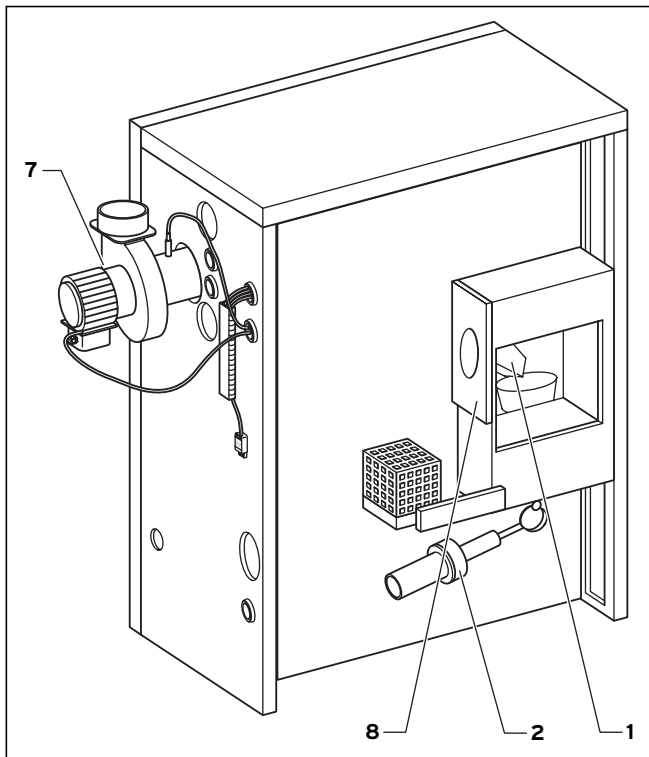

Abb. 5.4 Funktionselemente des Pelletkessels mit Saugaustragung oder Handbeschickung
Flanschverbindung: Die Flanschverbindung (4) verbindet die Einschubschnecke (3) aus dem Vorratsbehälter mit dem Fallschacht (1, Abb. 5.4) des Pelletkessels.